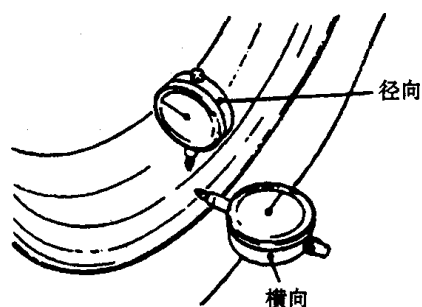

图7-41检查车轮的端面跳动
(3) 检查车轮的端面跳动见图7-41，用千斤顶顶起车轮，在车轮径向及横向方向各安装一只千分表，慢慢旋转车轮，测出其端面跳动。极限值：径向为1.2 mm，横向为1.2 mm。若超过极限值，应更换车轮。